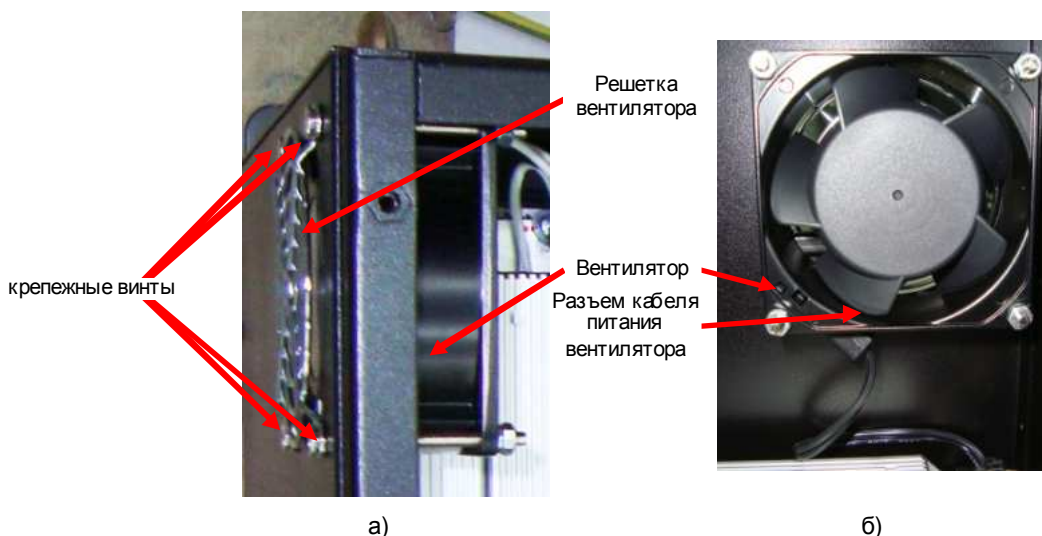

Рис. 7.2. Установка бокового вентилятора.
7.3.1. Вставить разъем провода питания в ответную часть на монтажной панели вентилятора (рис.7.2.б).
7.3.2. Совместить соответствующие отверстия защитной решетки, корпуса и вентилятора (рис.7.2).
7.3.3. Продеть четыре винта в совмещенные отверстия и затянуть их гайками с шайбами-гровер (рис.7.2).